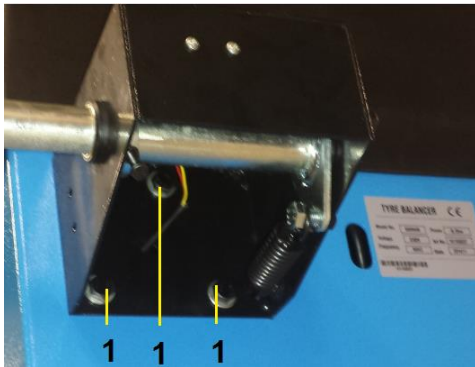

Abb. 1
- Montieren Sie die Kappe mit den dazugehörigen Schrauben und Ringen (1, Abb.1). Ziehen Sie die Teile kräftig fest.